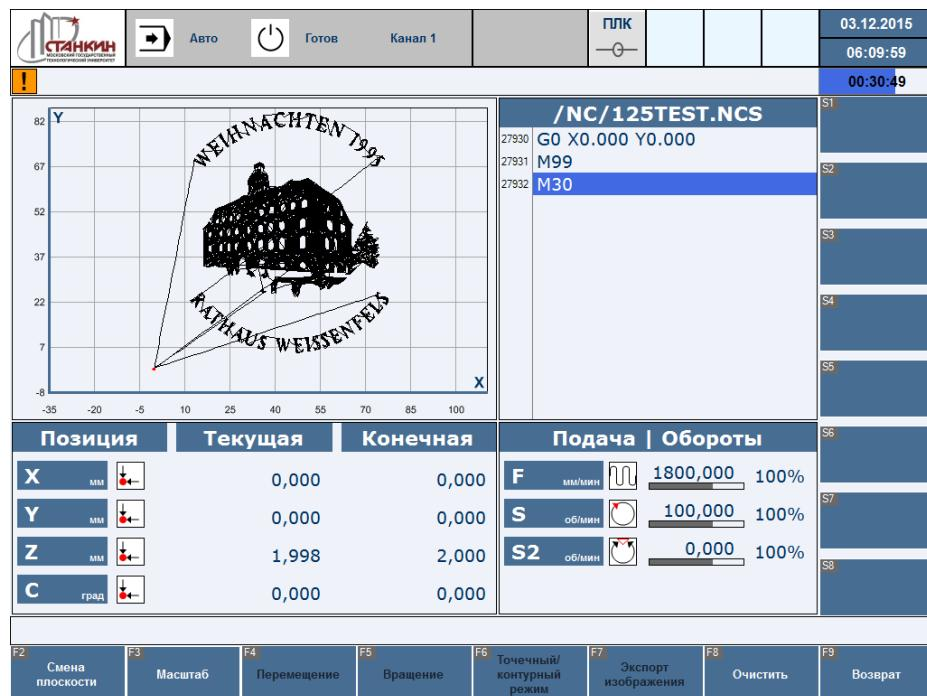
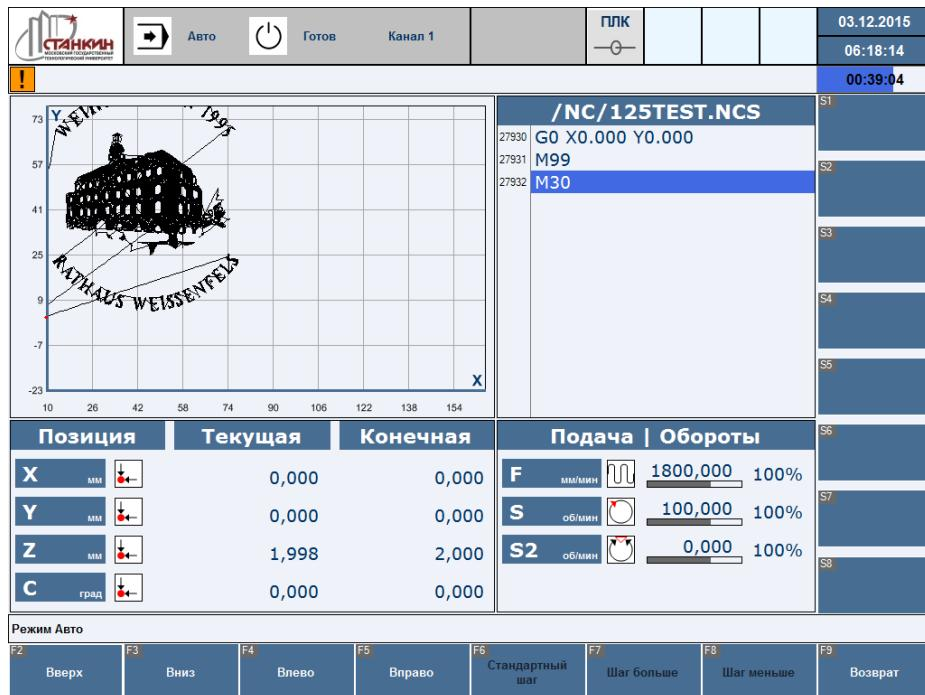

Рисунок 33 – Вид экрана после нажатия F3 «Траектория»
Рисунок 36 – Перемещение изображения
- F9 – возврат на уровень вверх (Рисунок 33).
Нажатие F4 «Перемещение» на экране, показанном на Рисунок 33 (если не включен автомасштаб, иначе клавиша заблокирована), позволяет перемещать изображение (Рисунок 36):